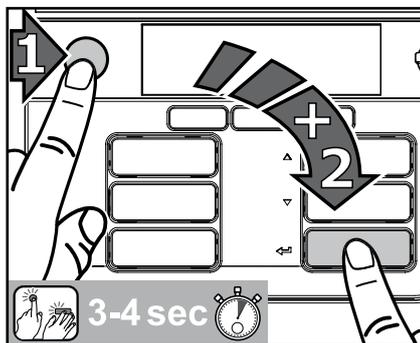

Fig. 24
1. Appuyez d'abord sur le bouton d'ARRÊT, puis sur la touche d'entrée ← et continuez d'appuyer sur les deux touches simultanément durant 3 à 4 secondes pour accéder au mode de nettoyage (fig. 24).